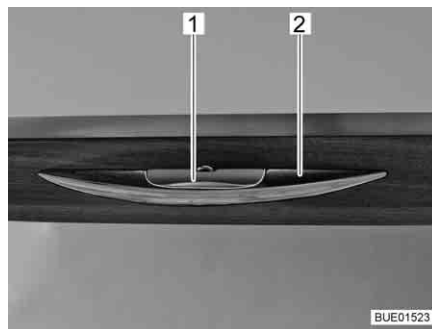

Fig. 70 Abattant de placard avec poignée de déverrouillage
- Enfoncer la poignée de déverrouillage (Fig. 70,1) et la maintenir enfoncée.
- Tirer sur la poignée (Fig. 70,2) jusqu'à ce que l'abattant de placard s'ouvre.